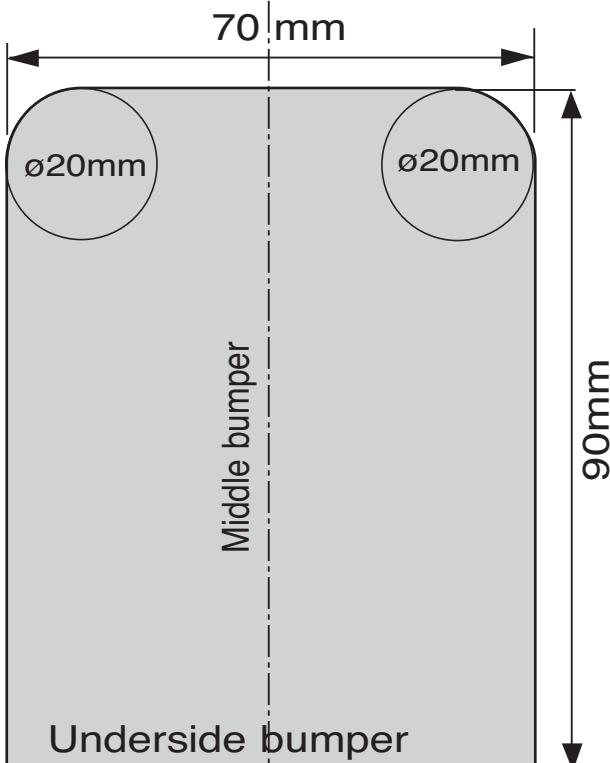

Fig. 1
4. C-Max 2003-2010: Выпилить часть из бампера в середине снизу, как указано на рис. 1 .